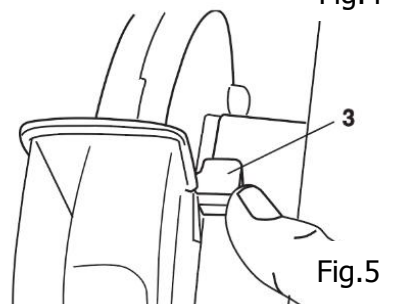
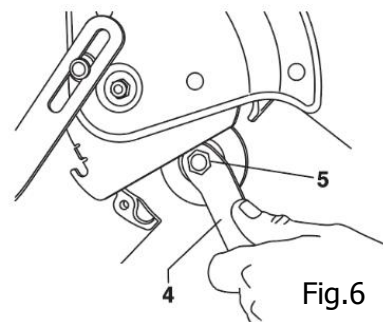

Fig.5
Fig.6
4. La plaque de protection doit tourner vers le haut (dans le sens inverse des aiguilles d'une montre) pour exposer le boulon de lame 5 (Figure 6)
5. Enfoncez le verrou de l'arbre 3 pour maintenir la lame (Figure 5). À l'aide de la clé hexagonale fournie avec la scie 4, tournez le boulon de la lame 5 dans le sens des aiguilles d'une montre pour le retirer (Figure 6)